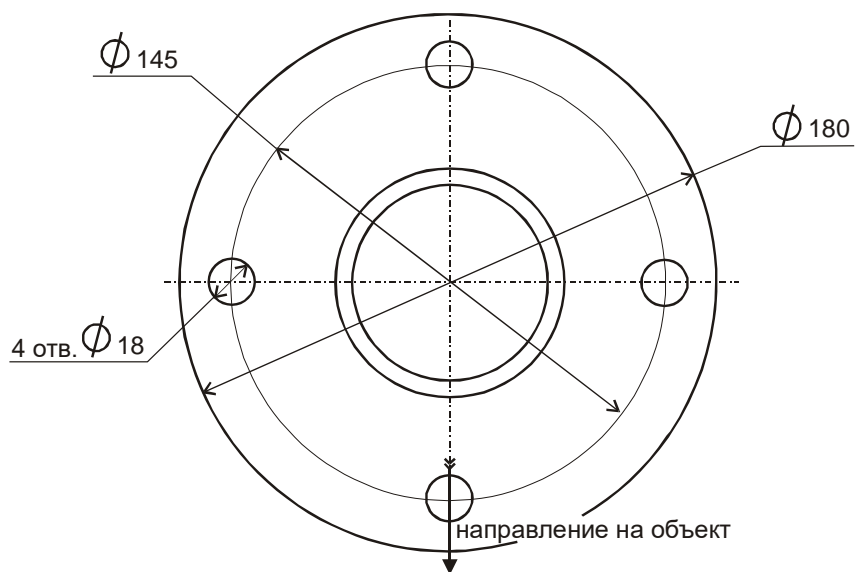

Рисунок 7. Монтаж пожарного лафетного ствола на объекте:
1) к месту размещения ПЛС подвести отвод от магистрали трубопровода (см. рисунок 7), причём труба ответвления поз. 9 (Ду 65) должна быть расположена вертикально с отклонением не более 0,5 мм. Высота вертикального патрубка должна быть не менее 500 мм;